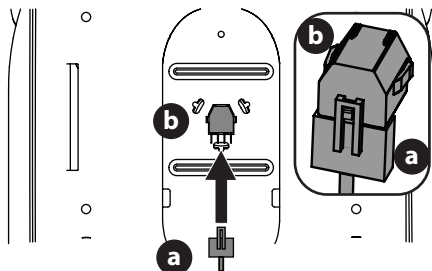

Fig. 6
3. Si es necesario, conecte el arnés de cables del interruptor del asiento (a) al interruptor del asiento (b) (Fig. 6). Sujete el cable sobrante alejado de los puntos de apriete antes de continuar.